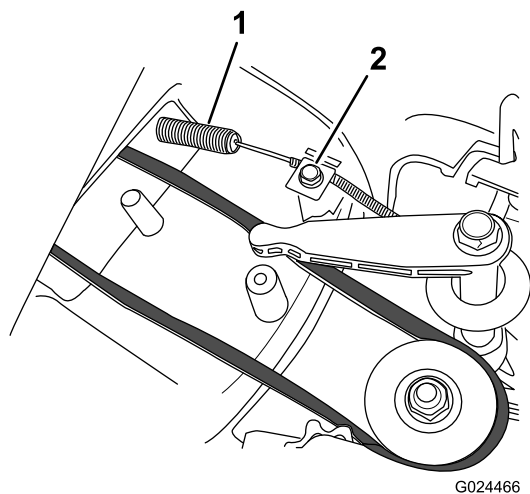

Figura 32
2. Installate il nuovo cavo del freno della lama, ma non serrate il serrafilo sulla scocca del tosaerba (Figura 32).